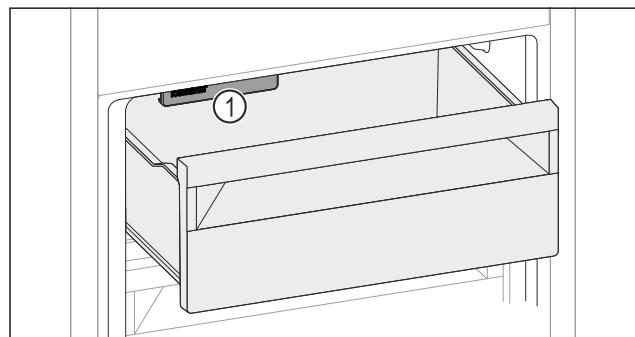

Fig. 49
- Prihladijte na IceMaker Fig. 49 (1).